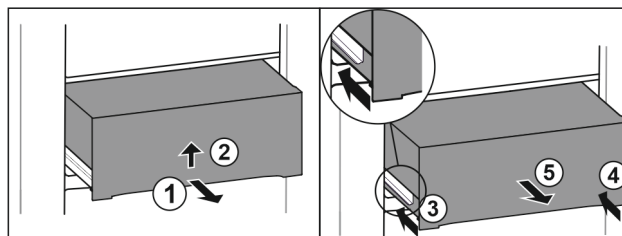

Fig. 35
- ▶ Wyciągnąć szufladę do połowy. Fig. 35 (1)
- ▶ Podnieść szufladę za spód. Fig. 35 (2)
- ▶ Wsunąć lewą szynę. Fig. 35 (3)
- ▶ Wsunąć prawą szynę. Fig. 35 (4)
- ▶ Wyjąć szufladę do przodu. Fig. 35 (5)